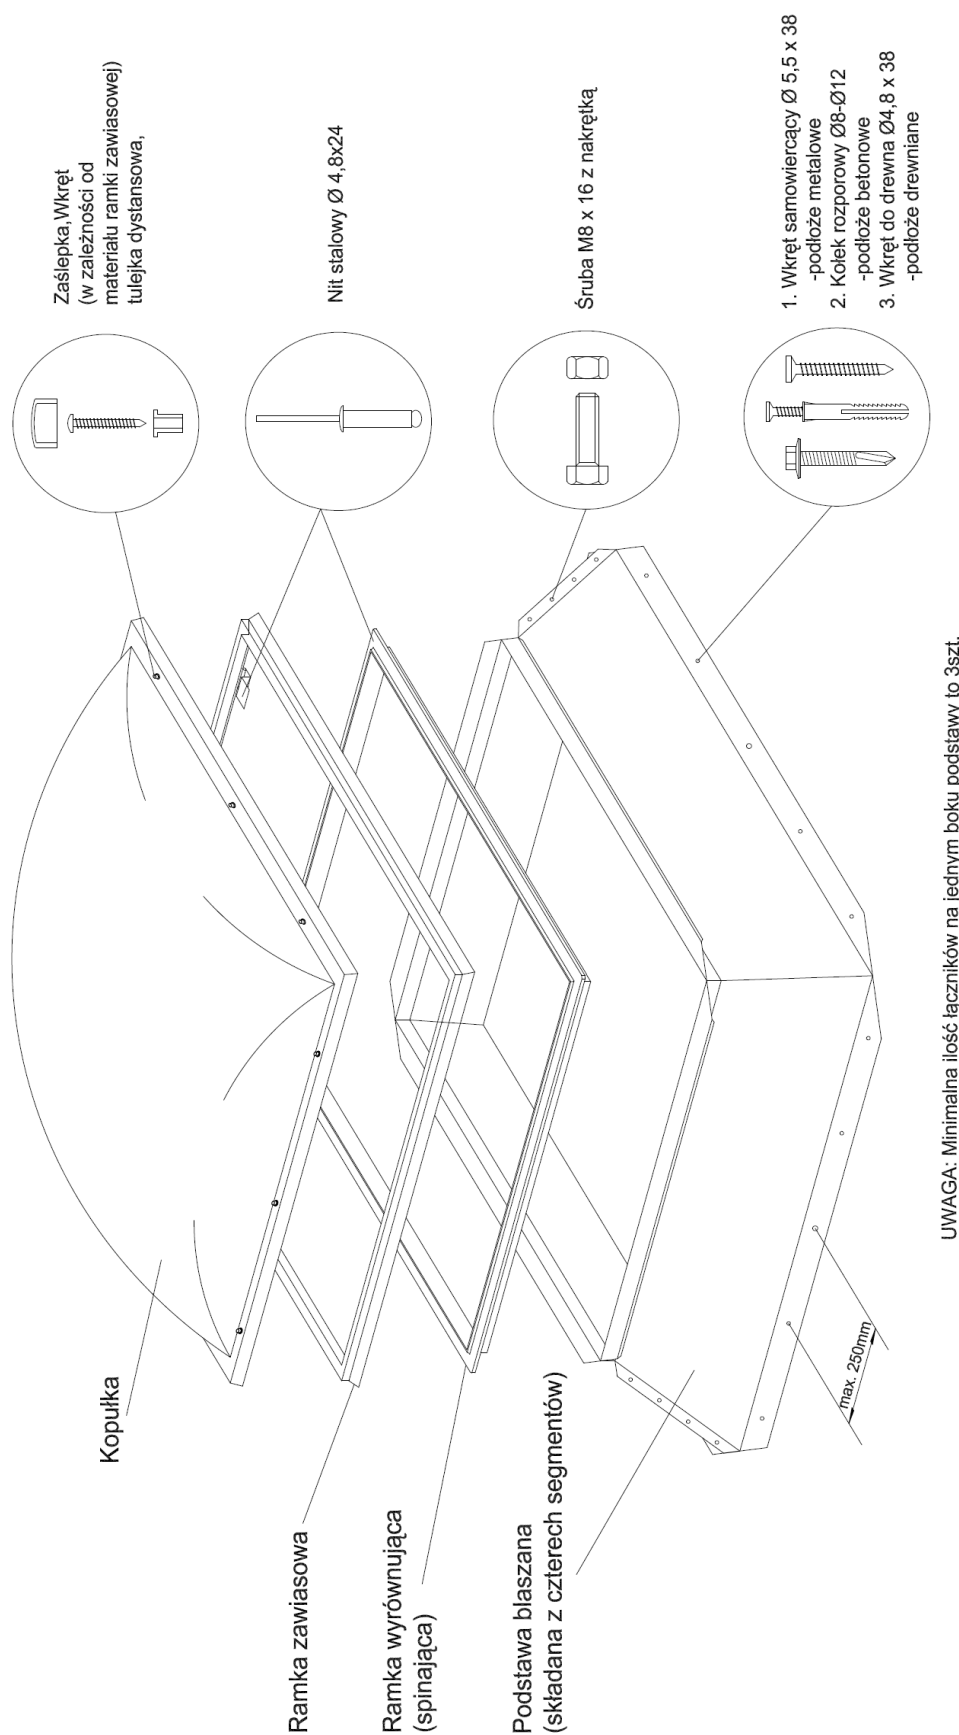

Rys. 1. Wylaz dachowy AWAK, podstawa z blachy stalowej
Otwieranie wylazów dachowych AWAK odbywa się ręcznie, jednakże w celu zmniejszenia siły potrzebnej do otwierania pokrywy oraz zwiększenia komfortu użytkownika stosuje się sprężyny gazowe oraz klamkę (rys. 1, 2).
- rys. 1. Wyłaz dachowy AWAK, podstawa z blachy stalowej